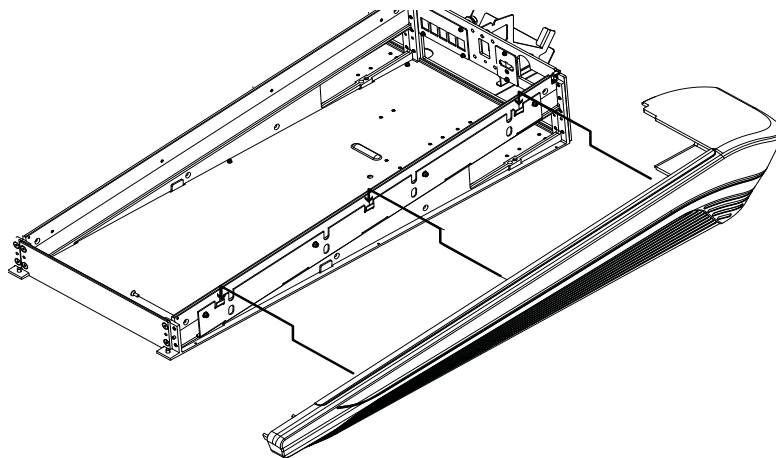

Figure 30. Fixation du capot latéral droit (repose-poignets non représenté)
4 Assurez-vous que les câbles d'alimentation et Ethernet ne gênent pas, puis munissez-vous du capot latéral droit et fixez-le à la plaque de montage droite, comme représenté sur la Figure 30.
- 5 Depuis l'intérieur du bac, utilisez quatre autres vis plates cruciformes pour fixer le capot latéral droit au châssis, comme représenté sur la Figure 30.